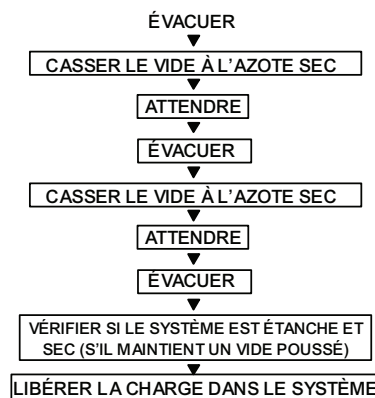

Fig. 27 – Méthode de triple évacuation
La méthode d'évacuation triple devrait être utilisée uniquement lorsque la pompe à vide ne peut appliquer un vide de 500 microns et que le système ne contient pas d'eau liquide. Consultez la figure 27 et procédez comme suit :
5. Répétez cette procédure comme indiqué à la figure 27. Le système est maintenant exempt de contaminants et de vapeur d'eau.